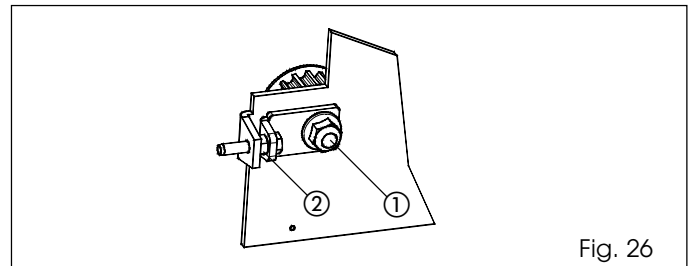

Fig. 26
- Allentare il dado (fig. 26 rif. ①).
- Avvitare il dado di fig. 26 rif. ② per tendere la cinghia o svitarlo per allentarla.
- Una volta regolato il tensionamento stringere il dado di fig. 26 rif. ①.